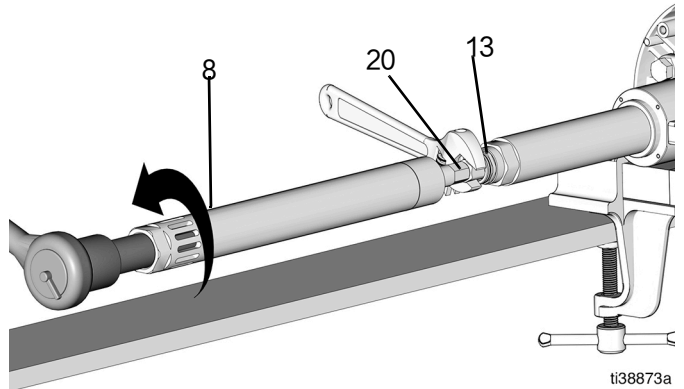

图 9
11. 使用 3/4 英寸套筒，松开并拆下铲杆 (20)，将铲杆留在入口泵气缸 (8) 内部 (图 9) 并放在一旁。